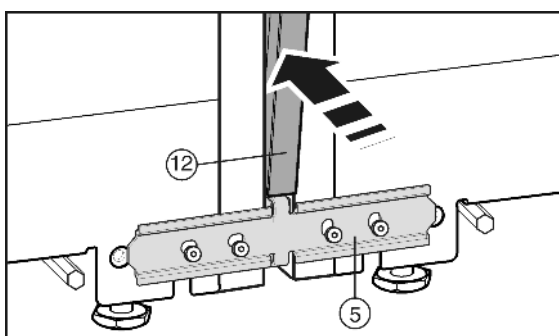

Fig. 9
Преди полагането двете ребра на покривната лайсна Fig. 9 (12) трябва да бъдат притиснати едно към друго по цялата дължина. Лайсната може по-лесно да се вкара в процепа. За притискане на лайсната използвайте мека кърпа, за да предотвратите появата на вдлъбнатини по повърхността на покривната лайсна. Притиснете лайсната внимателно и точно в процепа, за да постигнете оптимално свързване.
- ▶ От предната страна притиснете дългата покривна лайсна Fig. 9 (12) във вертикалния процеп. Обърнете внимание на това, лайсната да легне върху свързващата ламарина Fig. 9 (5).